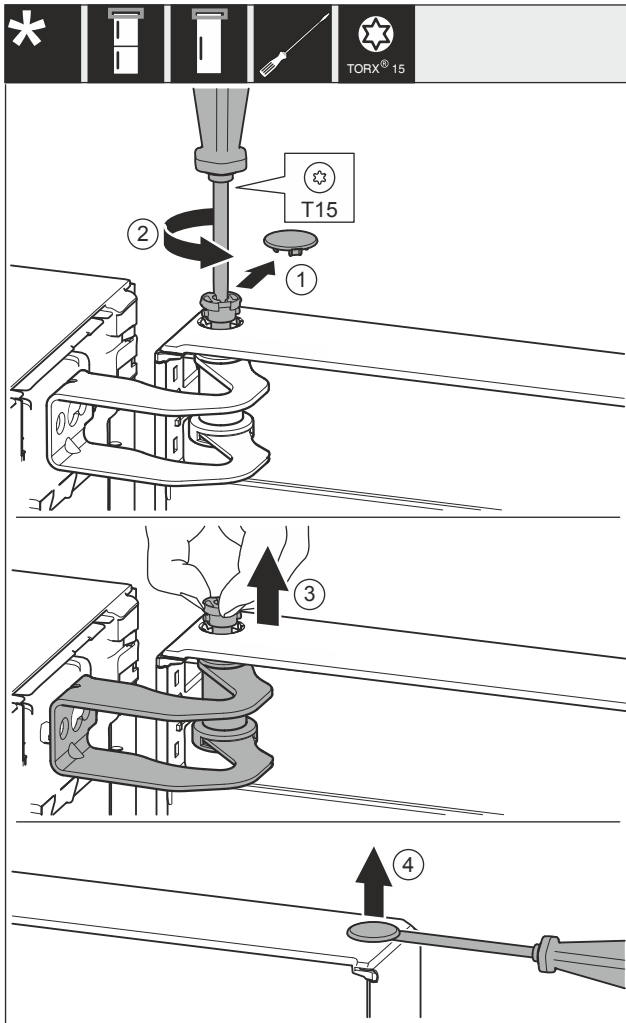

Fig. 13
- Óvatosan távolítsa el a fedelet Fig. 13 (1).
- Kissé tekerje ki a csapszeget Fig. 13 (2) csavarhúzóval.
- Húzza ki az ujjával a csapszeget Fig. 13 (3).
- Óvatosan emelje meg a fedelet Fig. 13 (4) csavarhúzóval, és távolítsa el.